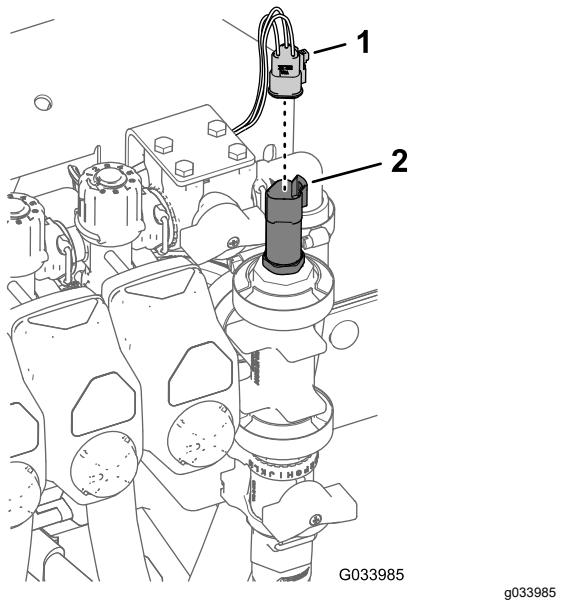

Figure 35
- Fixez la patte de fixation de la vanne de commande au support du collecteur (Figure 35) à l'aide de 4 boulons à embase (6 x 16 mm) et 4 contre-écrous à embase (6 mm) ; serrez les boulons à un couple de 10 à 12 N·m.
- Branchez le connecteur à 3 douilles du transducteur (Figure 35).